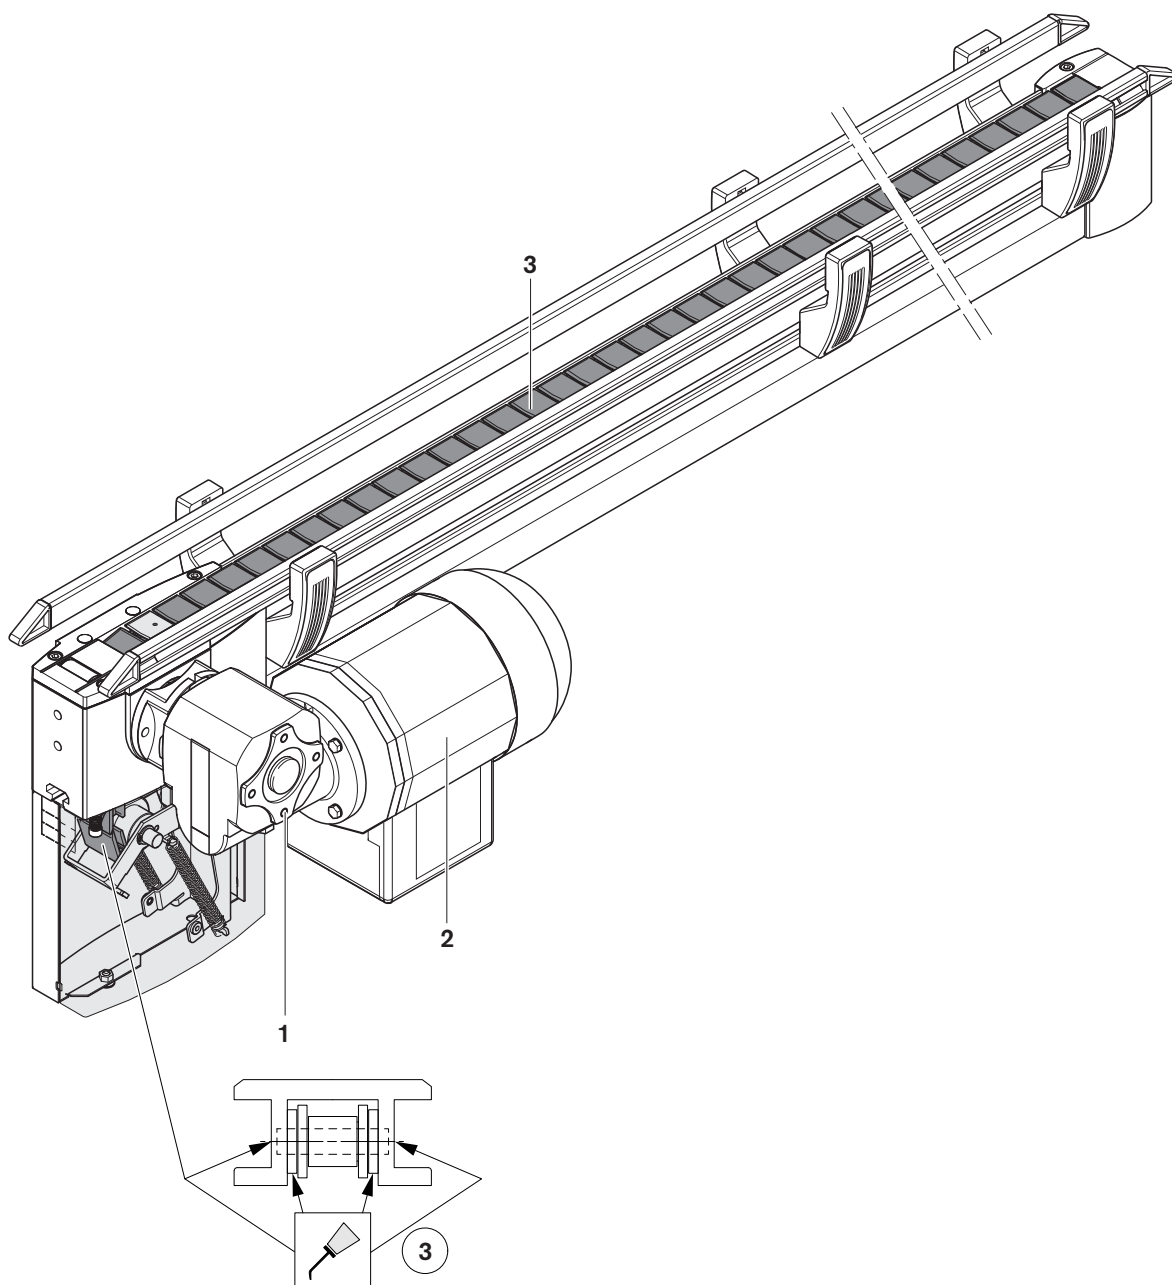

Fig. 8
■ **Getriebe (1, Fig. 8)**
■ **Motor (2, Fig. 8)**
■ **Flachplattenkette (3, Fig. 8)**
■ **Gear (1, Fig. 8)**
■ **Flat top chain (3, Fig. 8)**
■ **Engrenage (1, Fig. 8)**
■ **Moteur (2, Fig. 8)**
■ **Chaîne à plates-formes (3, Fig. 8)**